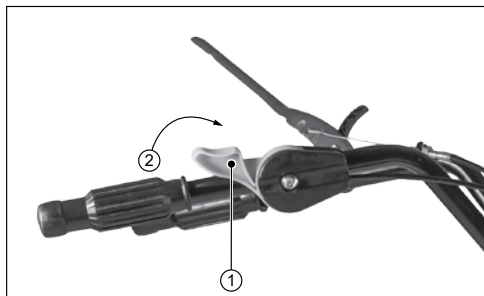

Рис. 10
2. Поверните регулятор оборотов 1 (рис. 10) в направлении 2 (рис. 10) до упора в режим запуска.